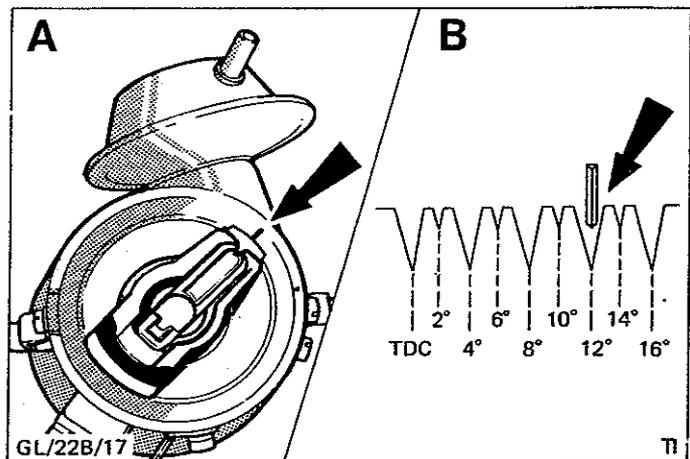

Abb.68 1,6 Ltr.-OHC-Motor auf 12° v.O.T.
- b) Motor auf 12° v.O.T. drehen, Abb.68. Dabei steht der Verteilerläufer auf Nut im Verteilergehäuse.